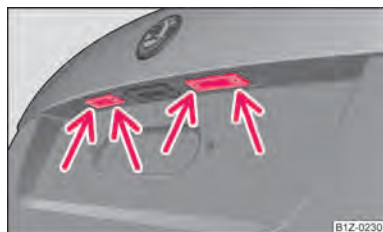

Fig. 188 Déposer l'éclairage de la plaque d'immatriculation
- Ouvrez le capot du coffre à bagages et dévissez le verre de l'éclairage ⇒ fig. 188.